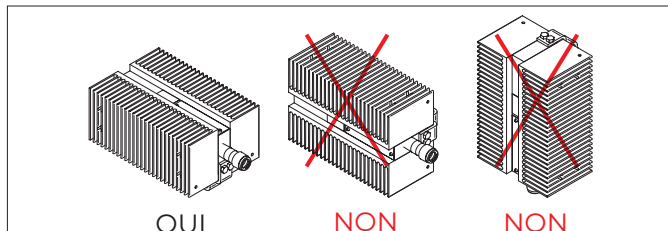

Figure 11 – Orientations de montage des radiateurs XPAL et XPAS – à l'horizontale seulement.
7. Les radiateurs XPAX, XPAL et XPAS nécessitent un flux convectif vertical à travers les ailettes pour fonctionner correctement. L'appareil doit être monté à l'horizontale ou sur le côté, selon le cas. Le radiateur ne doit en aucun cas être monté verticalement sur son extrémité avec la boîte de jonction en haut ou en bas et les surfaces planes des ailettes dans une position horizontale. Le radiateur XPAR doit être monté verticalement avec la boîte de jonction en bas. Voir les figures 11, 12 et 13 pour connaître les orientations de montage admissibles.
ATTENTION. Ne jamais installer un radiateur au-dessus d'un autre radiateur. Afin d'assurer un fonctionnement sécuritaire, le radiateur doit être installé comme illustré dans les figures 11, 12 et 13. Une installation où les ailettes ne sont pas dans la bonne orientation pourrait causer une situation dangereuse (voir le tableau 2).